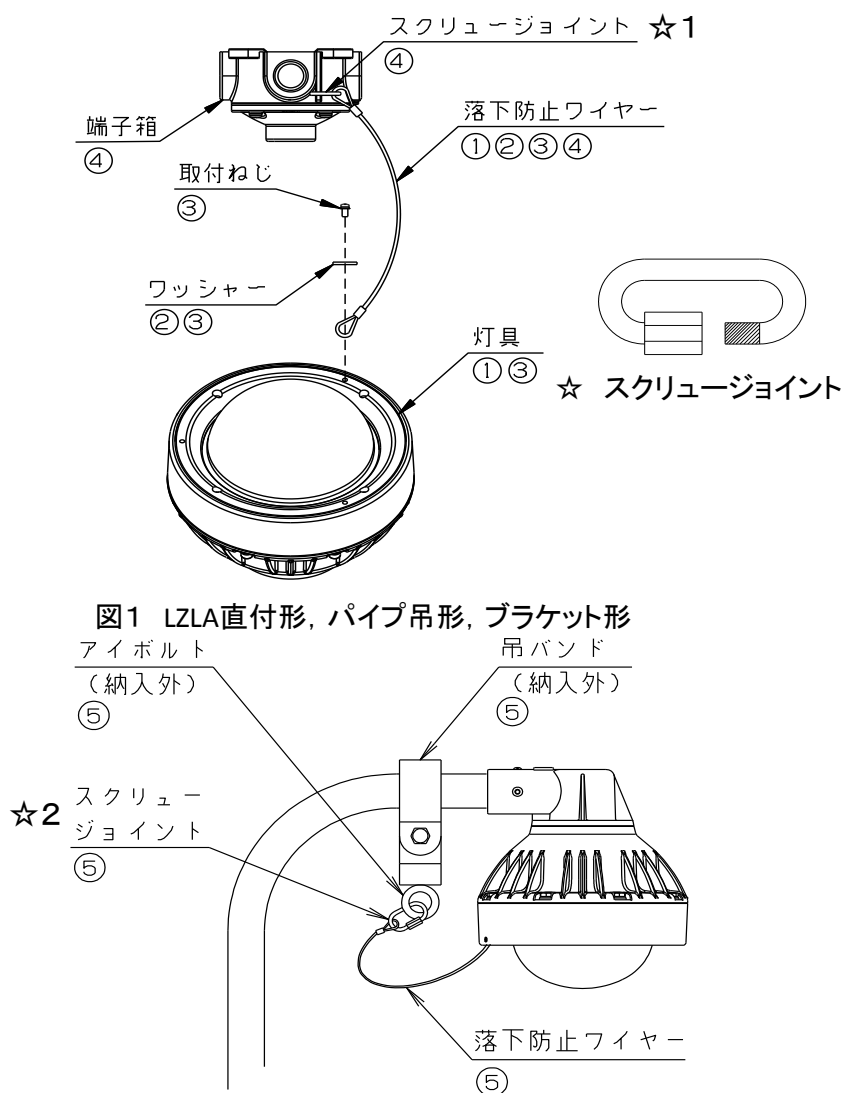

図1 LZLA直付形, パイプ吊形, ブラケット形
- ※ 蝶番金具については、別紙「取扱説明書」の図1をご参照ください。
- ⑤ スタンド形の場合、器具の反対側の処理については、市販の吊バンド、ボルトクリップ等(納入外)を使用してポールに吊バンドを固定し、そこに落下防止ワイヤーを通して取付けてください。(推奨方法)